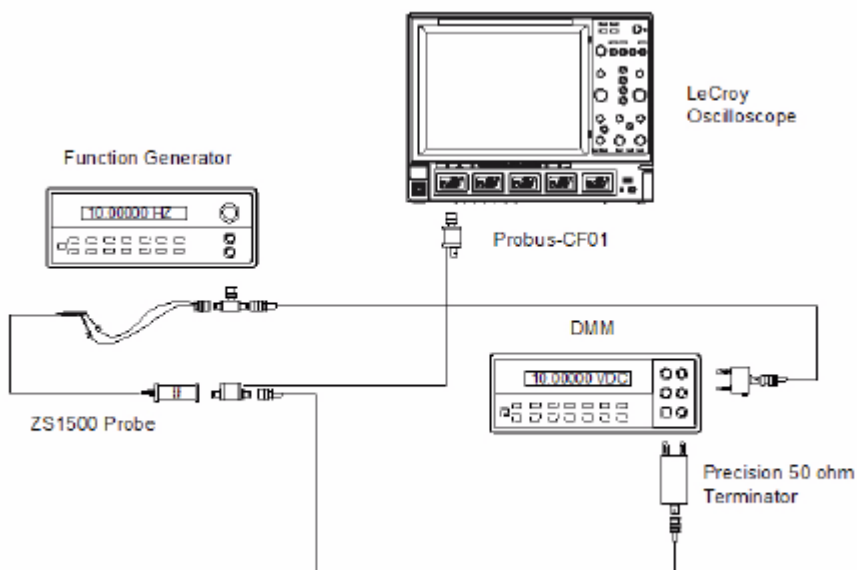

Figure 7-3. LF Attenuation Accuracy setup
1. 電源に接続されたバナナプラグアダプタからBNCのTコネクタを取り外します。そのBNCTコネクタをファンクションジェネレータの出力に接続します。（ファンクションジェネレータの出力が50 Ω 負荷を必要とする場合、50 Ω 終端を使用します） Figure 7-3を参照。